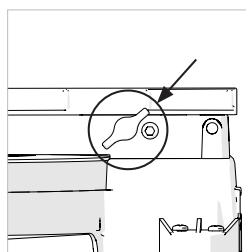

Fig. 14a
- Desaperte o parafuso manual. (**Fig. 14a**)
- Desaperte o parafuso manual (**Fig 14a**).